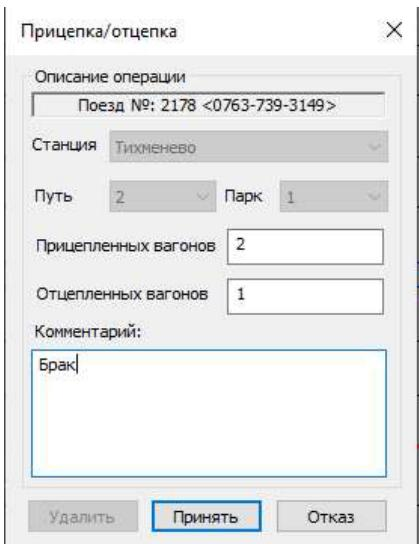

Рис.208. Окно «Прицепка/отцепка». Ввод данных.
3. Ввести необходимые данные в соответствующие поля появившегося диалогового окна (см. рис. 208):
Повторный выбор пункта меню «Задержка поезда на станции» позволяет отредактировать или удалить пометку о прицепке/отцепке в соответствующем окне (см. рис. 208).